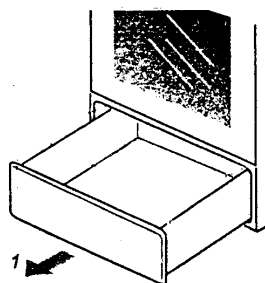

Figura 11
- Modul de scoatere a sertarului este prezentat în Figura 11 (mișcarea nr. 1)